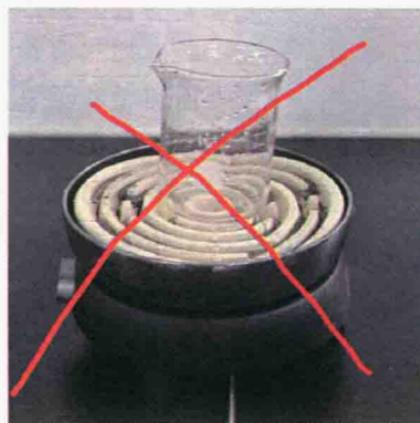

图 1.2.3 错误的加热方法
(2) 给烧杯加热时要垫上石棉网，以均匀供热。不能用火焰直接加热烧杯，如图 1.2.3 所示。加热时，烧杯外壁须擦干。